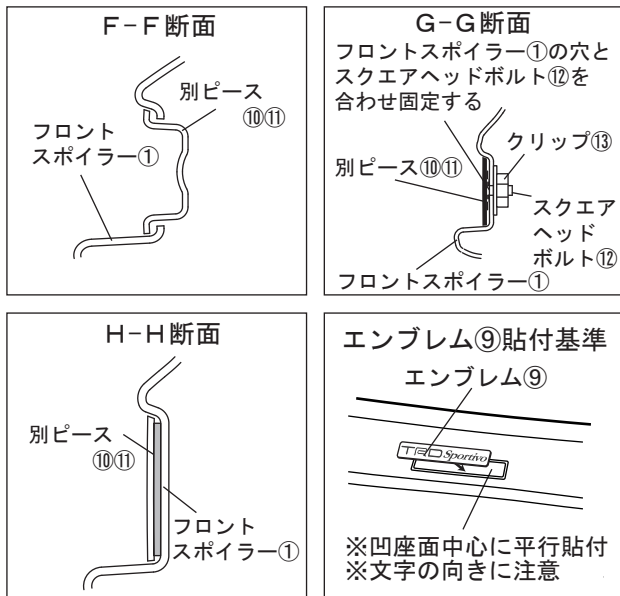

図7
1. 型紙④を切り取り、図7のようにフロントバンパーのホイールハウス部をマーキングする。